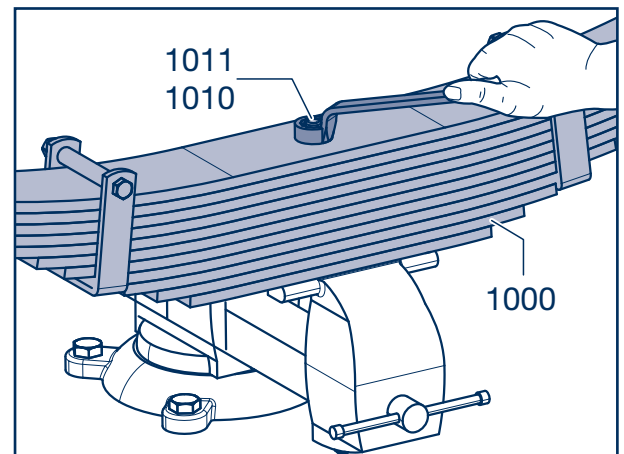

Fig. 2
- [7] Federschraube einstecken und Mutter (Fig. 2/ Pfeil) mit dem vorgeschriebenen Anziehdrehmoment von 163 Nm festziehen.
- [7] Insert centre bolt and tighten nut (Fig. 2/arrow) with the prescribed torque of 163 Nm.